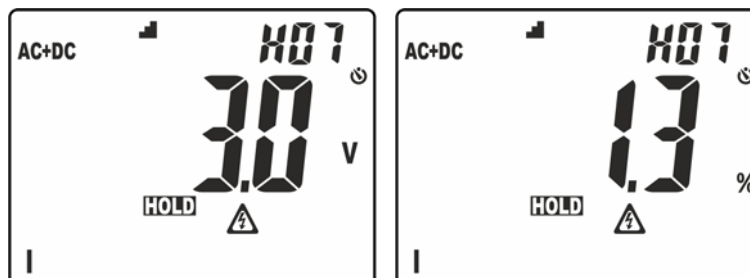

Fig. 4: Visualizzazione ordinamento ampiezze analisi armonica
- Pressione prolungata del tasto (almeno 2s) per attivare la funzione **H₂O** (**H**igher **H**armonic **O**rding) di ordinamento dell'ampiezza delle armoniche. In tali condizioni, la funzione "HOLD" è automaticamente attivata, il simbolo "▬" è presente a display, la barra grafica è disabilitata e lo strumento mostra il valore delle ampiezza di tutte le armoniche comprese tra l'ordine 2 e il 25, in **ordine decrescente** a partire dall'armonica di ampiezza maggiore come mostrato in Fig. 4
Nell'esempio di Fig. 4 l'armonica di ampiezza maggiore corrisponde all'ordine 7. Premere il tasto \blacktriangle per osservare le ampiezze delle restanti armoniche e premere nuovamente il tasto **H/H%/H▬** per passare dalla visualizzazione in valori assoluti o percentuali. Ruotare il selettore per uscire dalla funzione